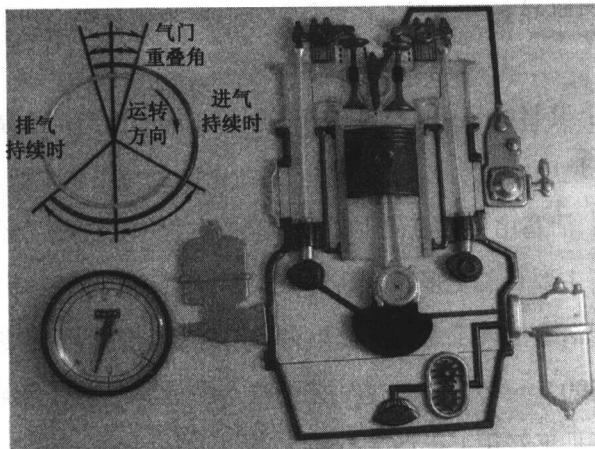

图 1-4 活塞在上止点的位置
① 上止点：指活塞离曲轴中心最远的位置或离汽缸盖最近的位置，如图 1-4 所示。